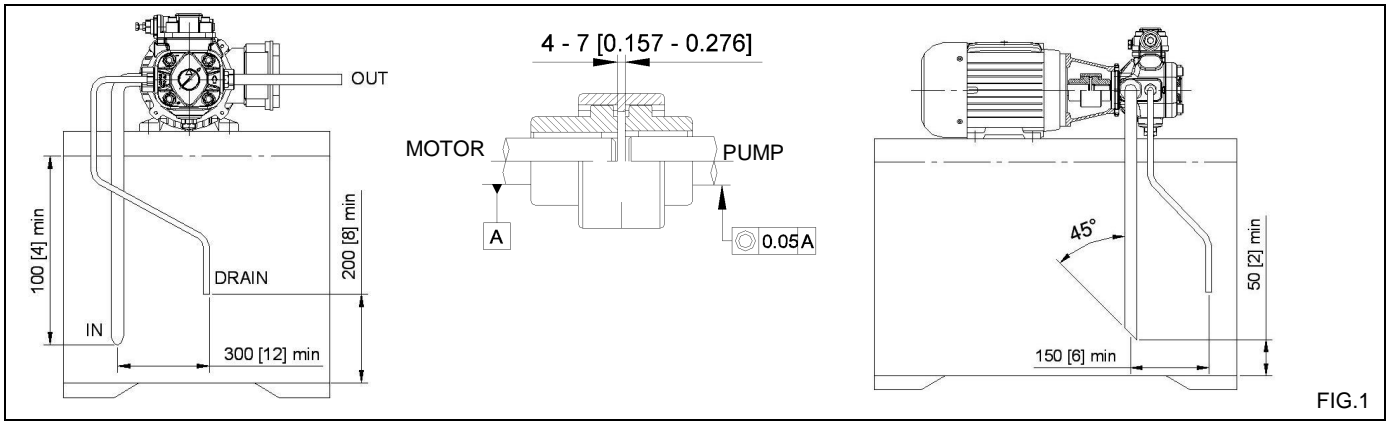

FIG.1
- la distanza tra i semigiunti sia tassativamente compresa nei valori indicati in FIG.1 pag. 8;
- l'albero della pompa e del motore siano perfettamente allineati: coassialità entro 0.05 mm [0.002"], spostamento angolare entro 0.2° (si veda FIG.1, pag. 8);
Tubazione di aspirazione. Il tubo di aspirazione deve essere corto, con il minor numero possibile di curve e privo di improvvisi cambiamenti della sezione interna. L'estremità della tubazione all'interno del serbatoio deve essere tagliata a 45°, deve avere una distanza minima dal fondo non inferiore a 50 mm [2"], e deve essere sempre garantita una profondità minima di pescaggio di 100 mm [4"] (si veda FIG.1, pag. 8). La sezione minima del tubo deve rispecchiare quella della filettatura sulla bocca della pompa.
La tubazione di drenaggio deve essere posizionata il più lontano possibile da quella di aspirazione, per prevenire ricircoli di fluido caldo (si veda FIG.1, pag. 8).
- the distance between the two half-couplings falls imperatively within the value specified in FIG.1 page 8;
- the pump shaft and the motor shaft are accurately aligned: coaxial within 0.05 mm [0.002"], angular displacement within 0.2° (see FIG.1, page 8);
Suction pipe. The suction pipe should be as short as possible, with a minimum numbers of bends and without inside section changes. The minimum section of the inlet pipe must be equal to the section of the thread inlet port of the pump. The pipe end inside the reservoir should be cut at 45°, should have a minimum distance from the reservoir bottom not less than 50 mm [2"], and should be always guaranteed a minimum height of suction of 100 mm [4"] (see FIG.1, page 8). Minimum section of the pipe must be equal to the section of the thread inlet port of the pump.
The drain pipe should be as far as possible from the suction pipe to prevent hot fluid being circulated (see FIG.1, page 8).